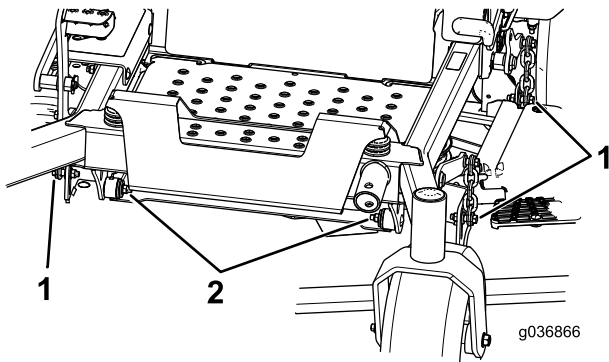

Figura 85
7. Retire y guarde los pernos y las tuercas de ambos lados de la máquina (Figura 85).